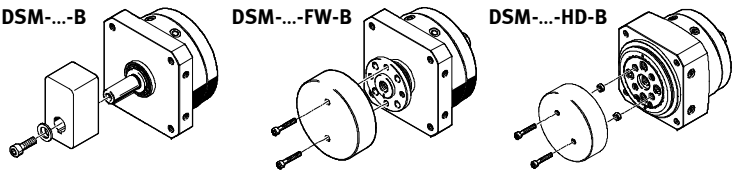

Fig. 9
- Empujar la masa móvil en el eje motriz de salida (árbol con pivote/eje embridado/disco giratorio) (Fig. 9).